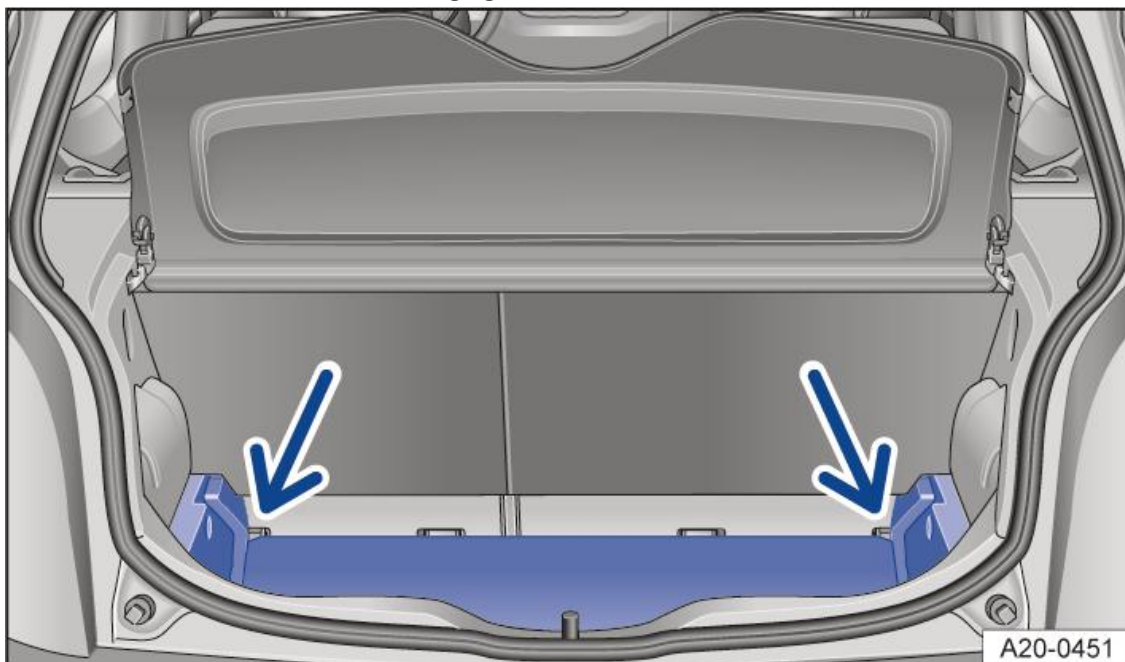

Fig. 3 Abbassamento del fondo del bagagliaio
1. Sollevare il fondo del bagagliaio e farlo passare sotto la guida → *fig. 3* (frecce).
4. Eventualmente abbassare prima il fondo del bagagliaio → *fig. 3*.